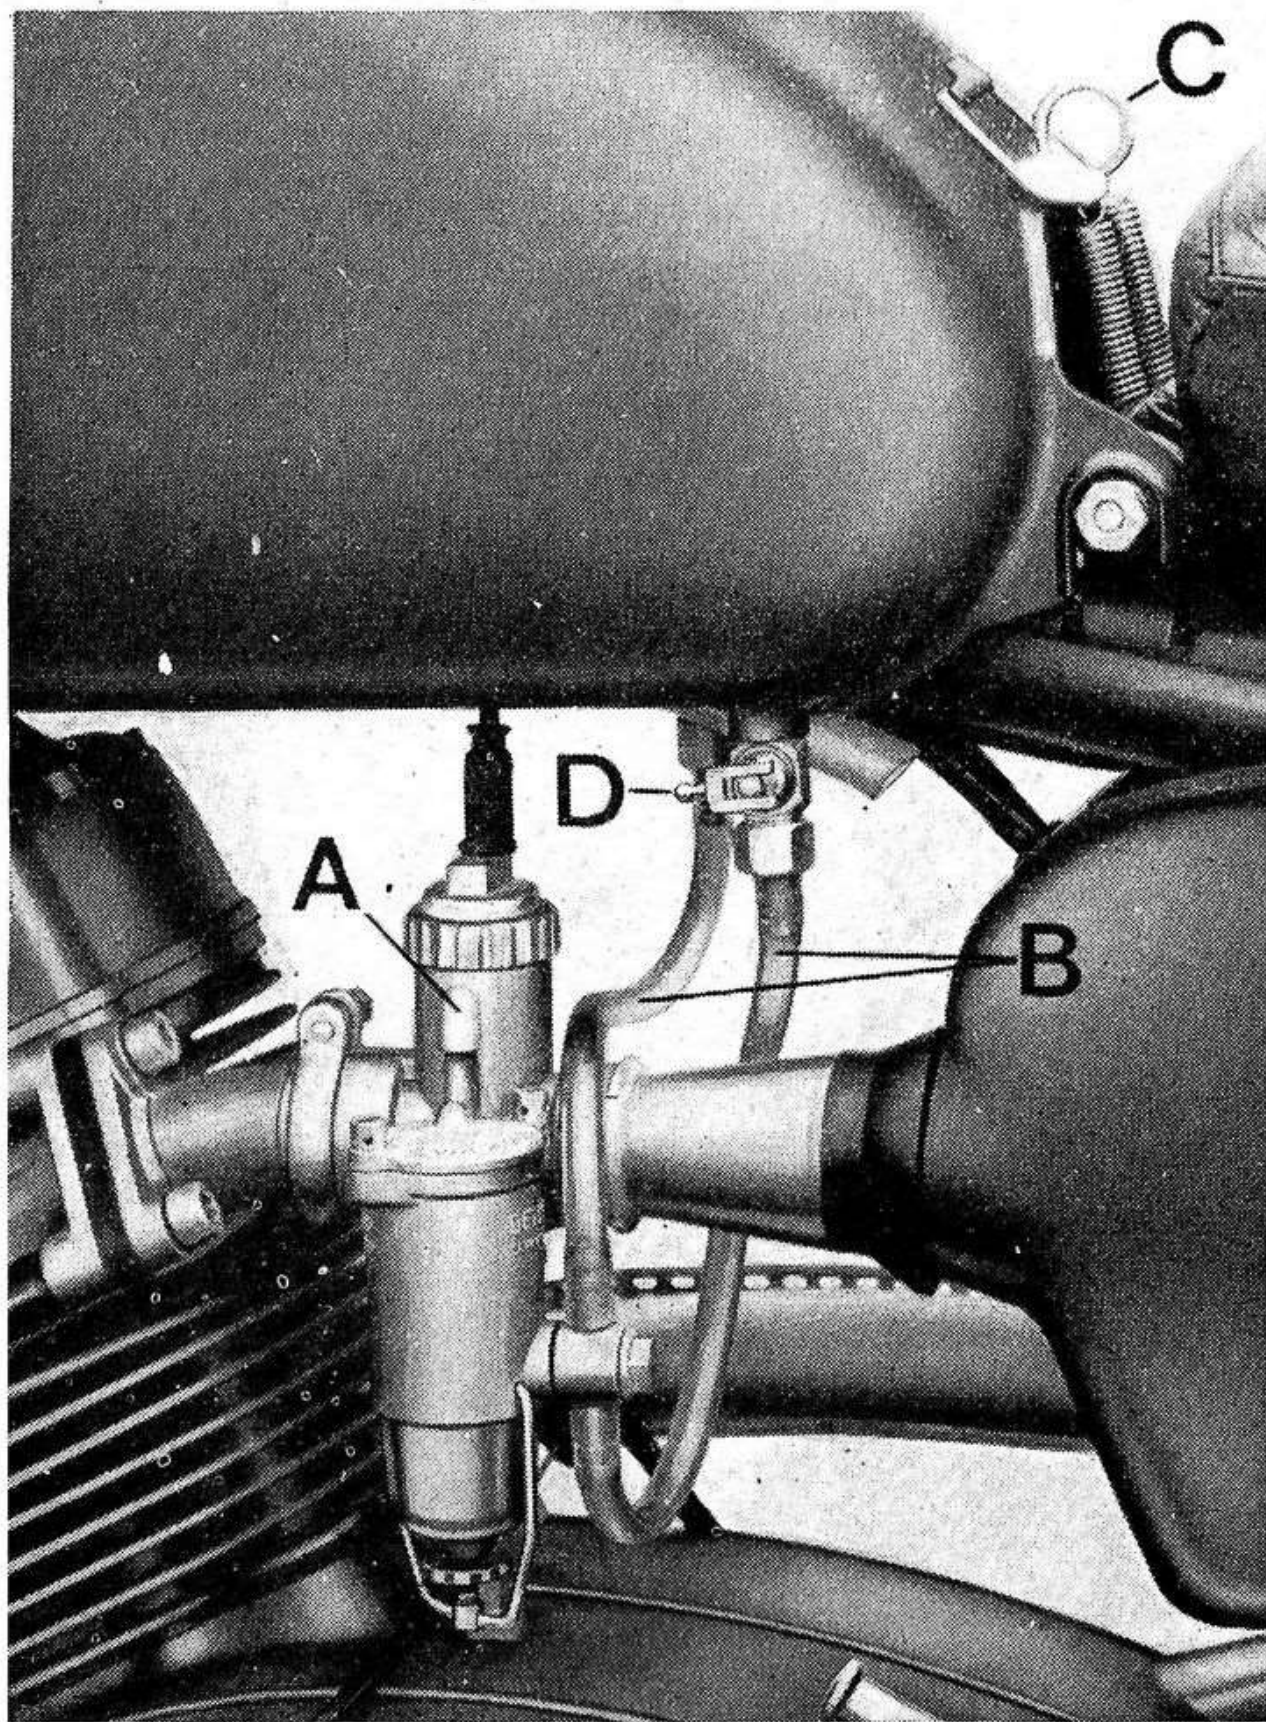

Fig. 10
(vedere fig. 10)
— Togliere il serbatoio dopo aver allentato il gancio di tenuta (C di fig. 10), il coperchio della testa, ed agire sui controdadi (A) e sulle viti di registro (B) quel tanto da lasciare per l'aspirazione un giuoco di mm. 0,10 e per lo scarico un giuoco di mm. 0,15.